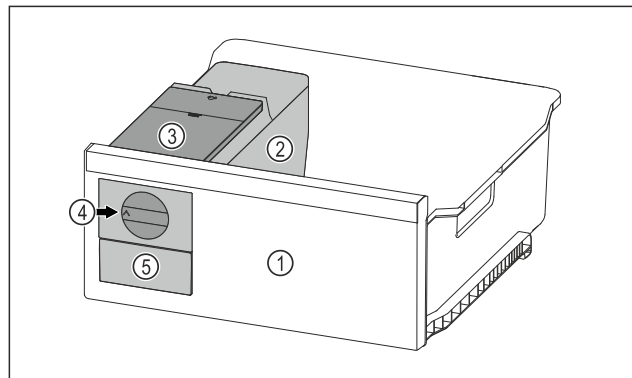

Fig. 123 Représentation à titre d'exemple
- ▶ Tourner le bouton rotatif Fig. 123 (4) dans le sens horaire jusqu'à la butée.
- ▷ Les glaçons tombent du bac à glaçons dans le tiroir à glaçons Fig. 123 (5).